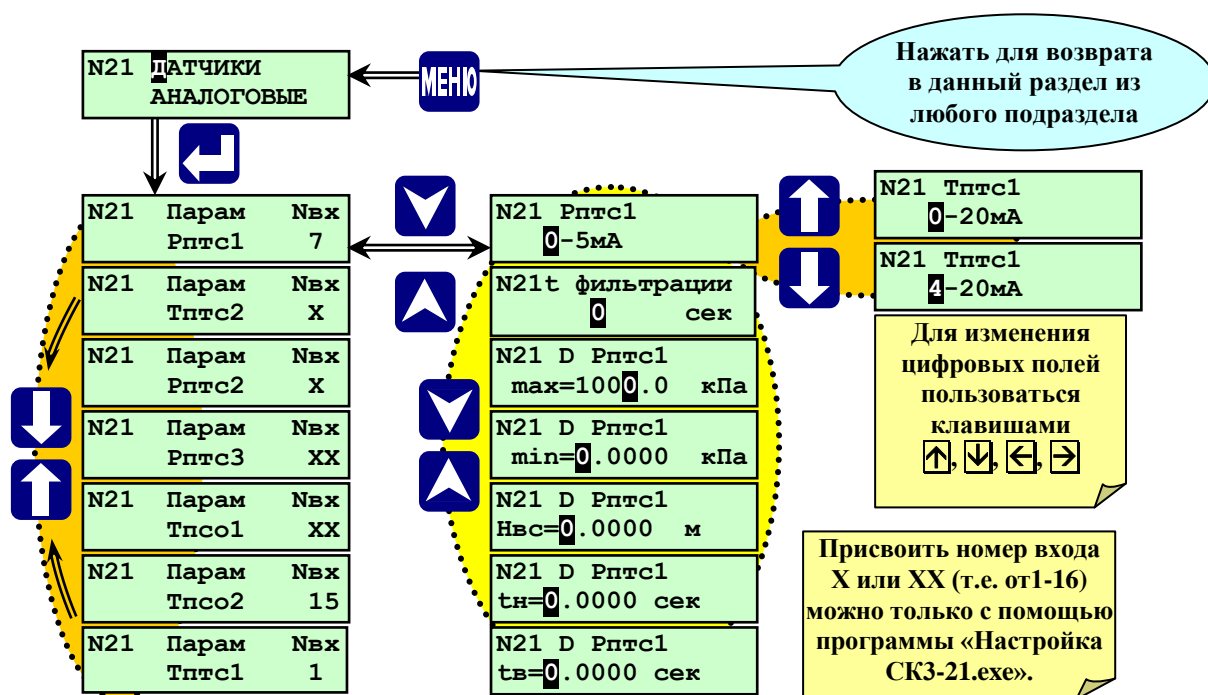

Рисунок 6.5.1.4.1-Раздел основного меню наладчика «Датчики аналоговые»
2. Для аналоговых датчиков измеряющих температуру, см. рисунок 6.5.1.4.2